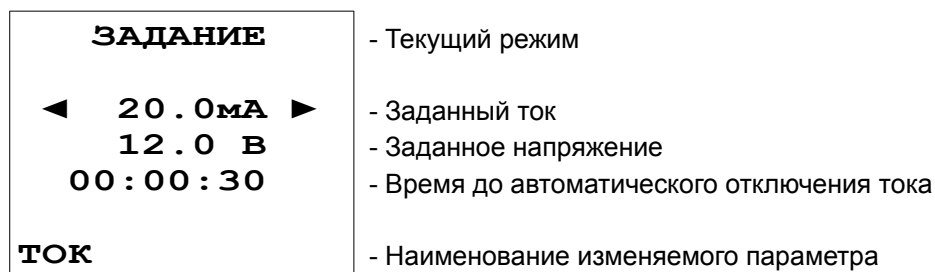

Рис. 3. Внешний вид дисплея в режиме «ЗАДАНИЕ».
1.4.3 В режиме «ЗАДАНИЕ» осуществляется установка выходных параметров источника. При задании параметров сначала выбирается требуемый параметр, а затем изменяется его значение. Выбор и изменение параметров производится вращением ЭНКОДЕРА по часовой стрелке либо против часовой стрелки, переключение между выбором/изменением параметров производится нажатием на ЭНКОДЕР. Выбранный параметр на дисплее отмечается указателем, который имеет вид «◀ _____ ▶» при выборе параметра или «▶ _____ ◀» при его изменении. В нижней строке дисплея будет отображаться наименование выбранного параметра. После завершения изменения параметра его новое значение сохранится в энергонезависимой памяти источника. Внешний вид дисплея в режиме «ЗАДАНИЕ» показан на рис. 3.